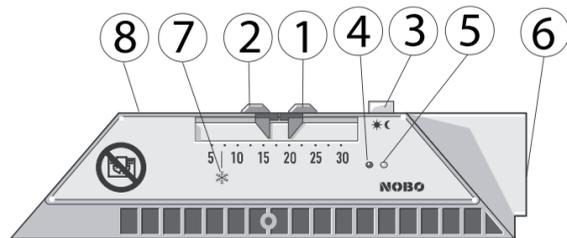

Fig. 1 / Abb.1 / Kuva 1
2. BETJENINGSPANEL (fig. 1)
2. KONTROLLPANEL (bild 1)